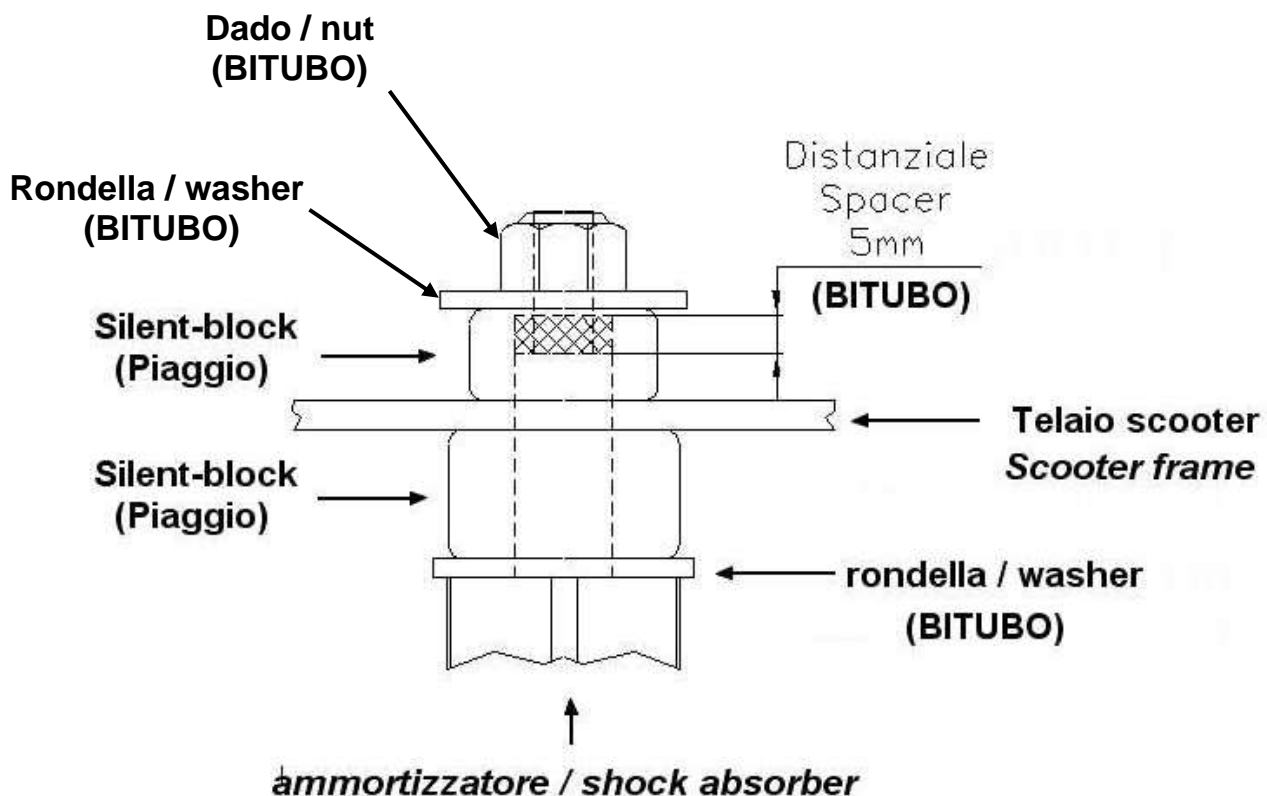

FIG. 1
- Insérer les amortisseurs dans les connexions supérieures en respectant la séquence des composants illustrés à la figure 1. Serrer l'écrou de fixation supérieur au couple de serrage recommandé par le fabricant.
- Insérez les vis des supports inférieurs en veillant à positionner la paire d'entretoises comme indiqué aux figures 1 et 2. Visser les écrous de fixation des vis de fixation à la main.